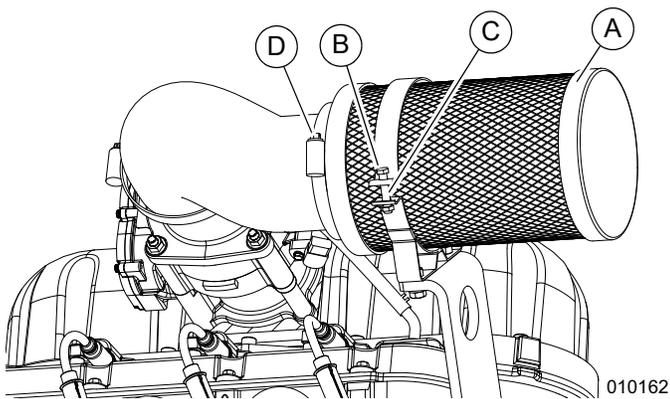

Figura 5-13. Cubierta del purificador de aire y filtro
1. Consulte la Figura 5-13. Extraiga la tuerca (B) y el perno (C) de la abrazadera del filtro de aire, y afloje la abrazadera del codo (D) para que el purificador de aire salga.